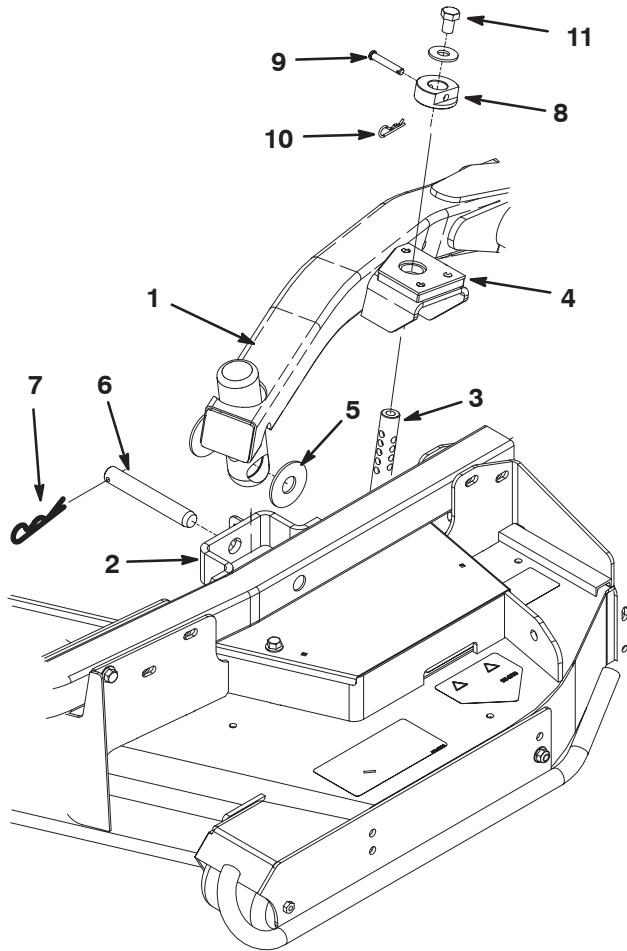

Bild 27
4. Stellen Sie den Hubhebel auf die Schweben-Stellung. Drücken Sie einen Hubarm nach unten, bis die Löcher im Hubarm mit den Löchern in der Laufradarmhalterung ausgerichtet sind, und die Schnitthöhenstange in die Hubarmpolster eingesetzt werden kann (Bild 27).
- Befestigen Sie den Hubarm mit zwei (2) Druckscheiben, einem Lastösenbolzen und einem Splint am Laufradarm. Legen Sie die Druckscheiben zwischen den Hubarm und die Halterung des Laufradarms (Bild 27). Setzen Sie das Ende des Splints in den Schlitz im Laufradarm ein, um den Splint zu arretieren.
- Befestigen Sie die Schnitthöhenstellringe an den Schnitthöhenstangen und befestigen Sie sie mit den Lastösenbolzen und den Splints (Bild 27). Der Kopf des Splints sollte zur Vorderseite des Mähwerks zeigen.
- Setzen Sie oben auf jeder Schnitthöhenstange eine 1/2 x 3/4 Zoll Kopfschraube und eine Scheibe ein (Bild 27).